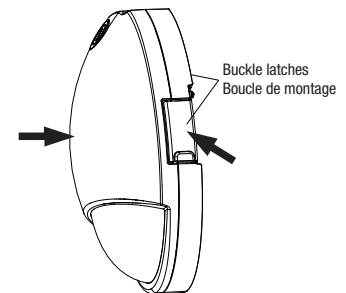

Fig. 1H
- Close the luminaire by pressing the top of the front housing with one hand at the position, and fixing the buckle latches on both ends with the other hand as shown in Fig. 1H. Make sure that the buckle latches are properly snapped.
- Fermez le luminaire en appuyant d'une main sur le haut du boîtier avant et en fixant les loquets à boucle aux deux extrémités avec l'autre main, comme illustré à la Fig. 1H. S'assurer que les loquets à boucle sont parfaitement engagées.